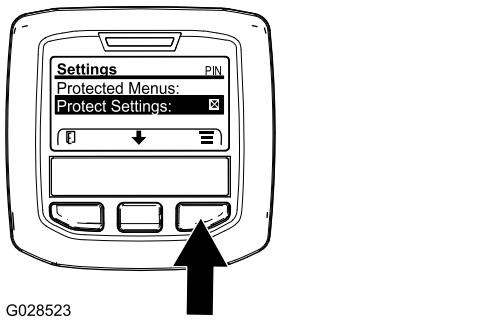

Figura 32
- Dal MENU PRINCIPALE, premete il pulsante centrale per scorrere fino al MENU IMPOSTAZIONI, poi premete il pulsante destro (Figura 32).